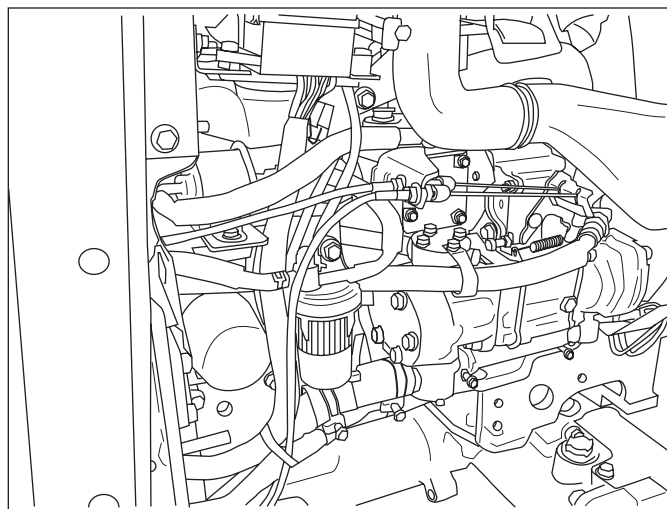

ABB. 142
ABB. 142: Die Kraftstofffiltereinheit (1) befindet sich rechts vom Motor. Der Filter dient zum Ausfiltern von Verunreinigungen aus dem Kraftstoff, bevor dieser die Einspritzpumpe erreicht.